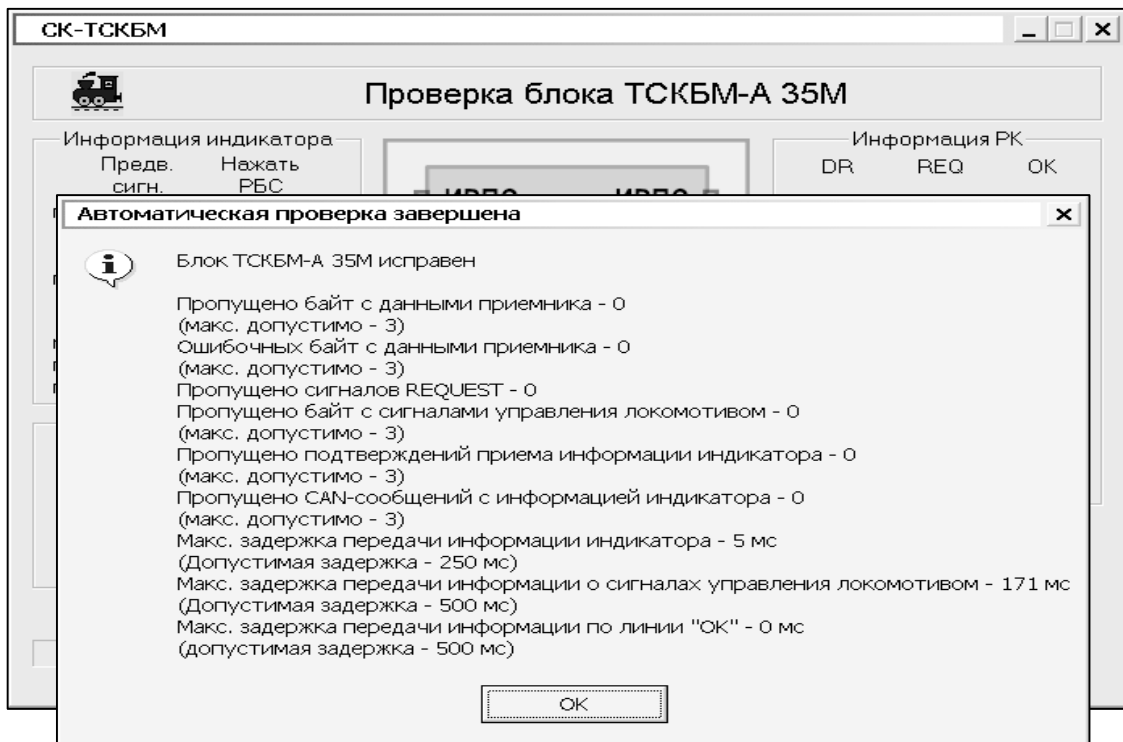

Рисунок 2.67 – Панель проверки ТСКБМ-А, исполнения 35М, без применения ТСКБМ-П, сообщение об окончании проверки
- 3) Программа автоматической проверки блока ТСКБМ-А должна закончиться сообщением «**Блок ТСКБМ-А 35М исправен**» и перечнем контролируемых параметров – рисунок 2.67. Проверка контролируемых параметров с допустимыми значениями обязательна.
- 4) Критерием исправного состояния блока ТСКБМ-А является сообщение программы «Блок ТСКБМ-А 35М исправен», см. рисунок 2.67. В случае неисправного блока ТСКБМ-А появится сообщение о неисправности и в контролируемых параметрах на панели (рисунок 2.67) и в протоколе по п.2.4.8.4(3) будет указана информация о выходе параметра за допустимые пределы.